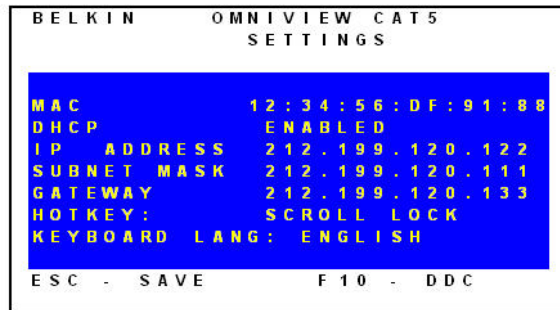

Abb. 11 Einstellungsfenster
2. Drücken Sie auf die F2-Taste. Das Einstellungsfenster erscheint (s. Abb. 11).